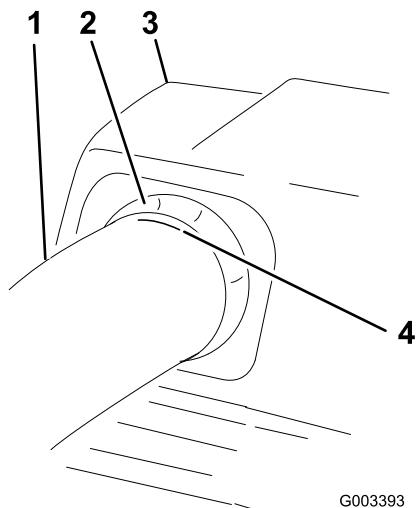

Figura 22
7. Una vez que obtenga la medida de 19 mm (3/4 de pulgada), marque el tubo superior en el exterior, en el punto donde sobresale el sello de goma (Figura 22).
11. Compruebe que la marca de Figura 22 está todavía en su lugar.